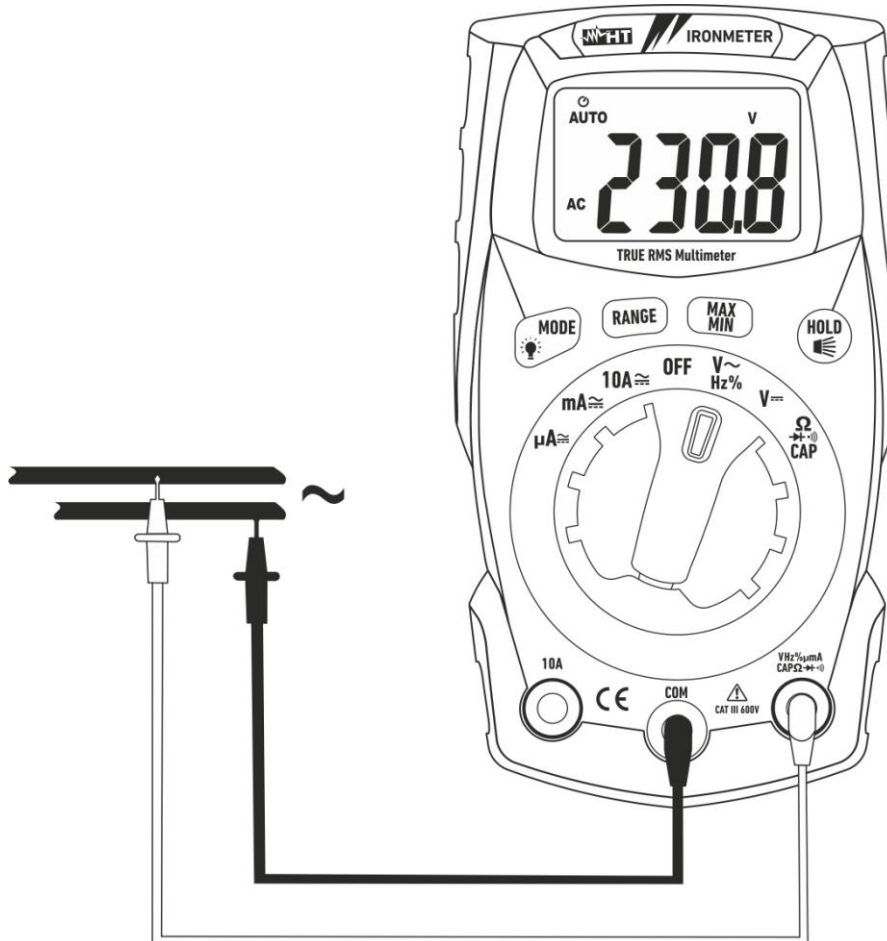

Fig. 4: Uso do instrumento para a medição de Tensões CA
3. Colocar a ponteira vermelha e a ponteira preta respetivamente nos pontos do circuito em exame (ver Fig. 4). O valor da tensão é apresentado no display